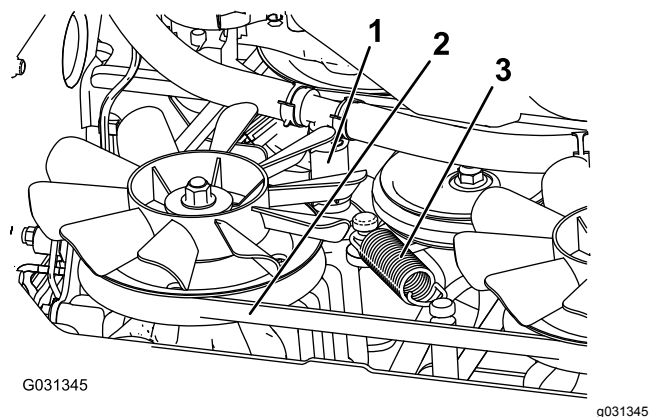

Figura 68
5. Retire la manguera hidráulica inferior (Figura 68).
6. Retire el muelle tensor (Figura 68).
7. Retire la correa de la carcasa del embrague y del tope del embrague (Figura 68).